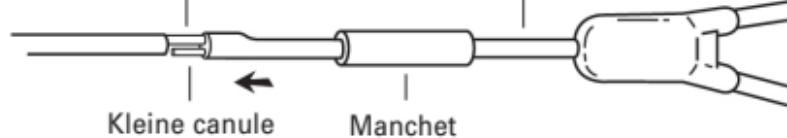

Fig. 3
3. Het vervangende katheruiteinde bevat voorgeladen kleine (het korte uiteinde) en grote (het lange uiteinde) metalen canules. Schuif de grote metalen canule een klein eindje in het grote lumen van de katheter (fig. 3).